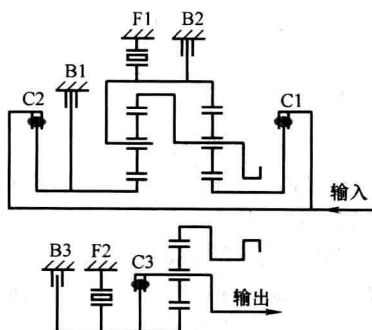

图 1-9 4 挡动力传递路线
(1) 主行星齿轮机构 同 3 挡, 是直接传动。
(2) U/D 行星齿轮机构。4 挡动力传递路线如图 1-9 所示, U/D 离合器 C3 接合, 连接 U/D 太阳轮和 U/D 行星架, U/D 行星齿轮机构也连接为一体, 传动比是 1。在 4 挡时, 主行星齿轮机构和 U/D 行星齿轮机构都是直接传动, 传动比是 1。再结合主行星齿轮机构和 U/D 行星齿轮机构的中间传动齿轮, 总的传动比仍大于 1, 是 1.020, 还是减速传动。